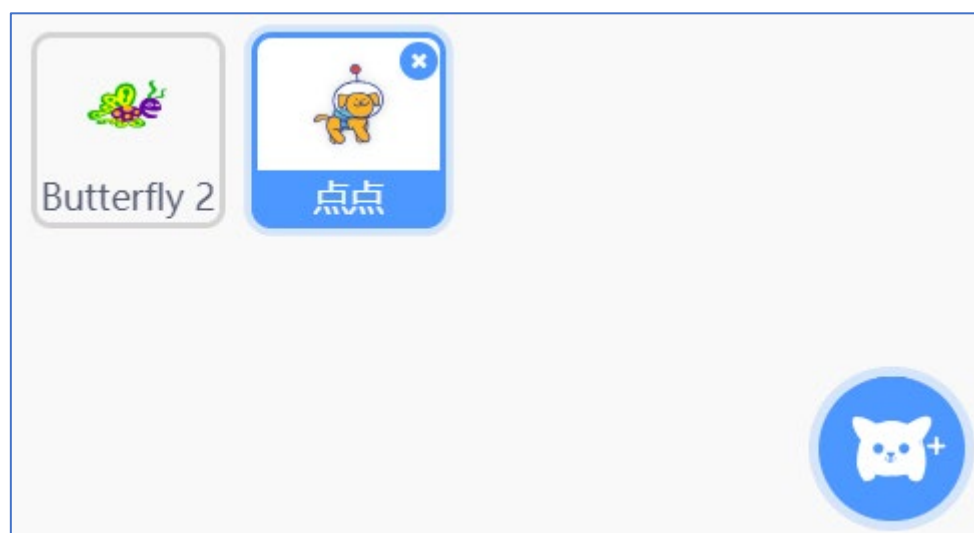

图 2-6 角色区出现 Butterfly2 和点点两个角色
1. 导入小狗角色。按照导入蝴蝶角色一样的操作，在角色库中的“动物”分类中找到“点点”角色，导入后，在角色区会出现两个角色，如图 2-6 所示：